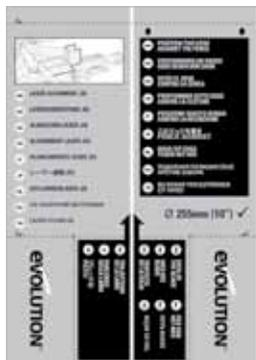

Fig. 8c
- Sistemare la mascherina in cartone per il laser (in dotazione) sul piano rotante (**Fig. 8c**).